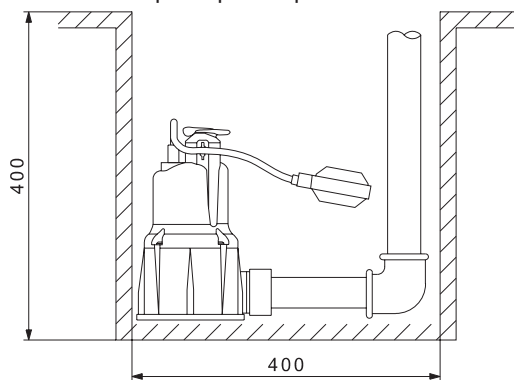
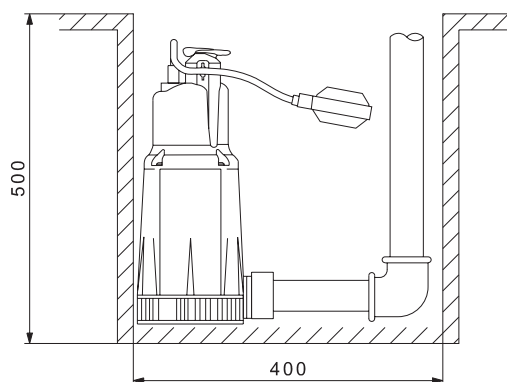

Рис. 34 Минимальные размеры приемка для насоса KPC 300 A
Рис. 35 Минимальные размеры приемка для насоса KPC 600 A
4. Для исполнения, поставляемого с поплавковым выключателем (KPC A), необходимо убедиться в том, что вся система поплавкового выключателя может свободно перемещаться. Обеспечить такие минимальные размеры приемка, которые соответствовали бы рис. 34 и рис. 35.
Монтаж	Как для стационарного, так и для мобильного применения, но только в вертикальном положении. Для KPC: минимальные размеры пряжка см. рис. 34 и 35